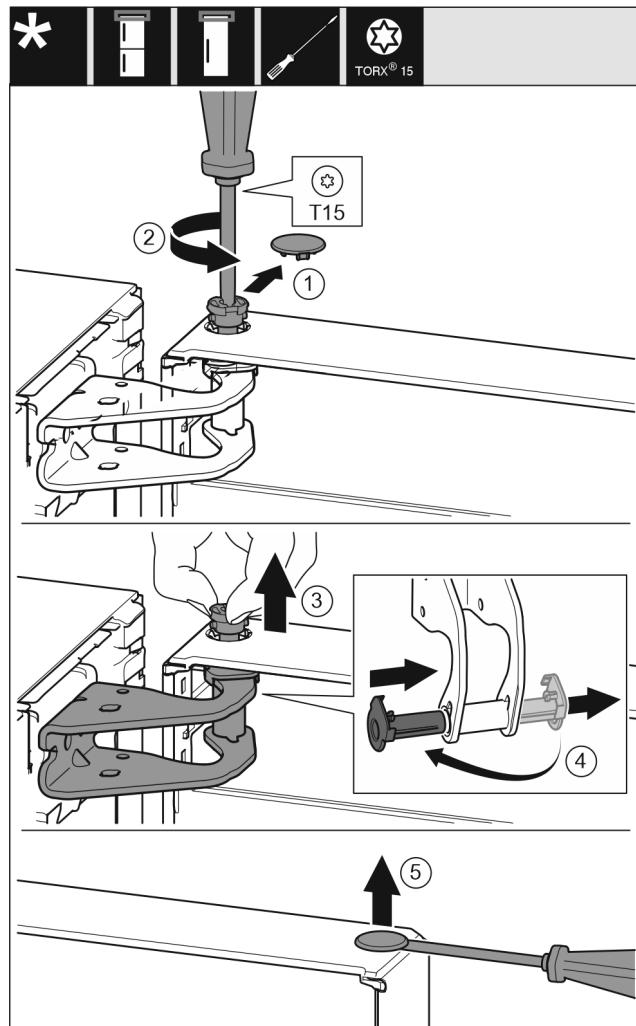

Fig. 12
- Осторожно снимите предохранительную крышку. Fig. 12 (1)
- Немного выкрутите палец отверткой T15. Fig. 12 (2)
- Удерживая дверь, извлеките палец вручную. Fig. 12 (3)
- Опорную втулку вытяните из направляющей. Установите и зафиксируйте с другой стороны. Fig. 12 (4)
- Осторожно приподнимите и извлеките при помощи шлицевой отвертки заглушку из опорной втулки двери. Fig. 12 (5)